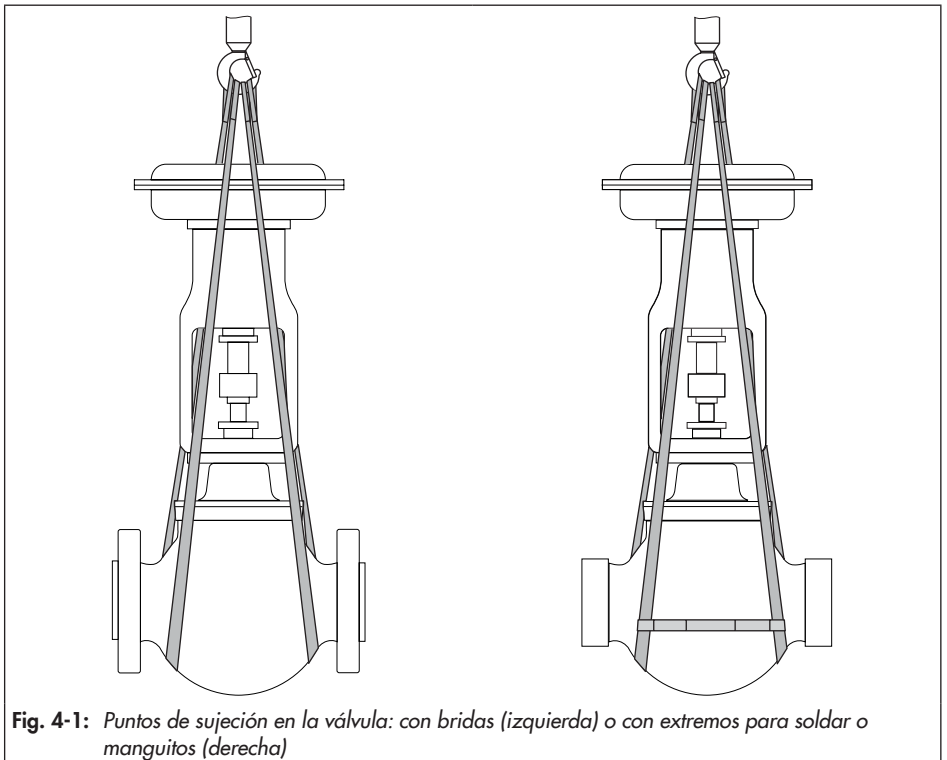

Fig. 4-1: Puntos de sujeción en la válvula: con bridas (izquierda) o con extremos para soldar o manguitos (derecha)
- Utilizar un gancho con pestillo de seguridad en el dispositivo de elevación (ver Fig. 4-1) que impida que las eslingas se deslicen durante el levantamiento y transporte.
1. Fijar una eslinga de elevación (u otro arnés adecuado) a las bridas o extremos para soldar del cuerpo de la válvula y al equipo de elevación (p. ej. gancho) de la grúa o carretilla elevadora, ver. Fig. 4-1.